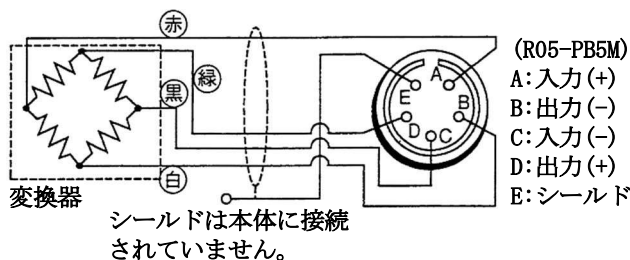

図5
- 5.2 弊社以外の測定器を使用される場合は、図5を参照して接続してください。